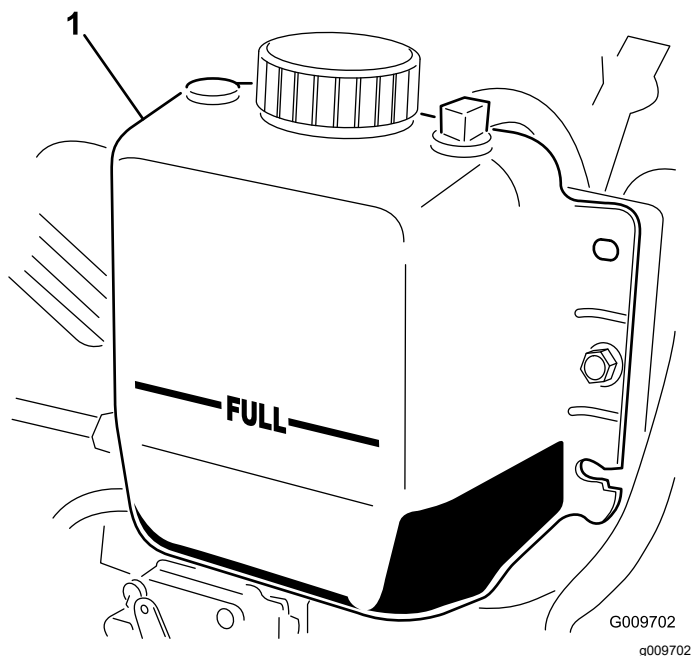

Figura 116
3. Verificați nivelul de lichid de răcire din radiator. Radiatorul trebuie umplut până la partea superioară a buclii de umplere, iar rezervorul de expansiune trebuie umplut până la marcajul COMPLET (Figura 116).